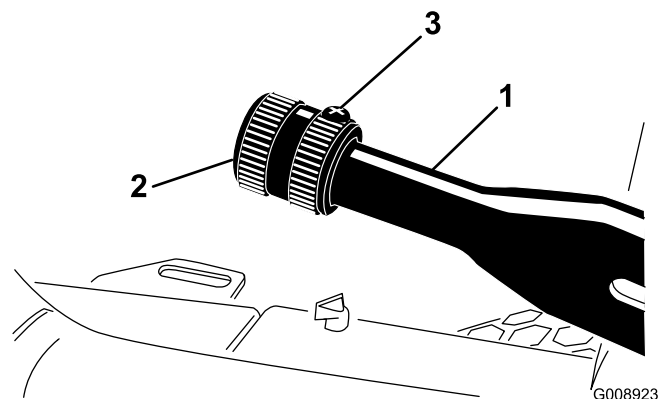

図 65
1. ブレーキ・レバーに調整ノブを固定している固定ネジをゆるめる (図 65)。